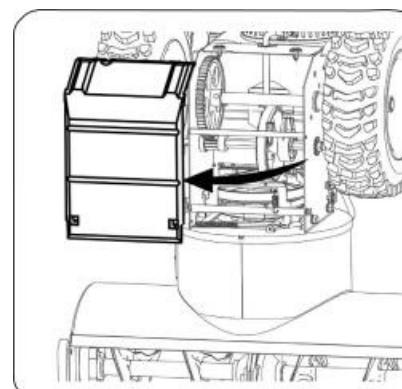

Рисунок 22
- Осторожно повернуть снегоуборщик вверх и вперед так, чтобы он опирался на кожух шнека. Снять крышку рамы с нижней стороны снегоуборщика, отвернув четыре крепящих его самореза (см. рис. 22).